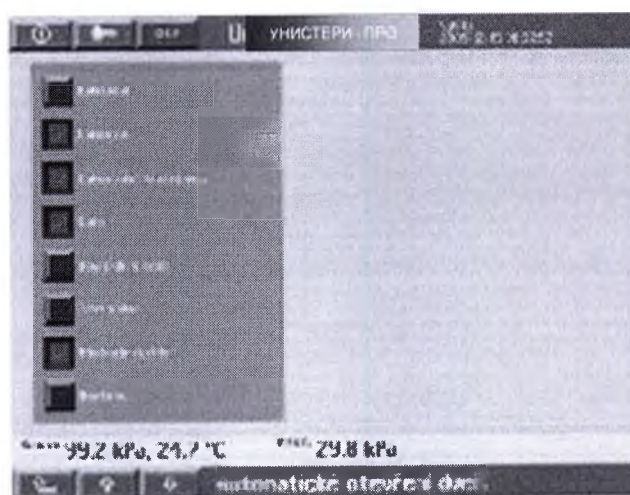

Рисунок 48 Автоматическое открытие двери
- Нажмите кнопку меню «Автоматическое открытие двери» рисунок 48.